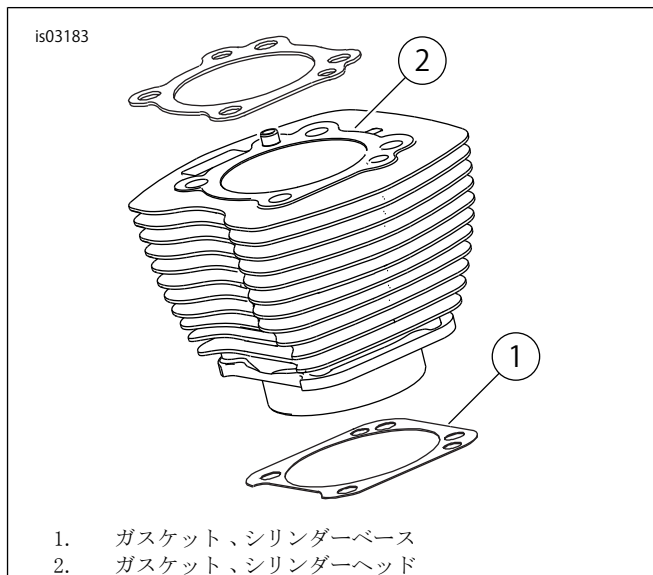

図1。シリンダーガスケット
- 「図1」を参照。103.1mm(4.060インチ)シリンダーベースガスケット(1)およびシリンダーヘッドガスケット(2)を使用すれば、Oリングは不要になります。シリンダーダボまたはシリンダースピゴットにはOリングを使用しないでください。